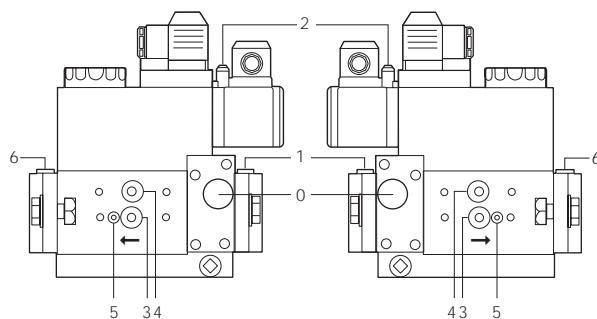
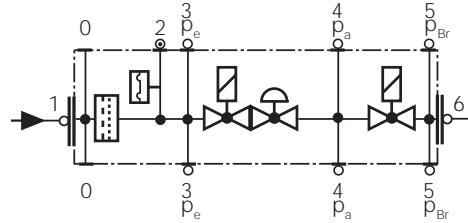

Fig. 31
Fig. 32
- Schimbati filtrul daca diferența de presiune dintre prizele de presiune 1 si 3 (Fig. 31-Fig. 32) este $\Delta p > 10$ mbar.
- Schimbati filtrul daca diferența de presiune dintre prizele de presiune 1 si 3 (Fig. 31-Fig. 32) este de doua ori mai mare comparata cu cea de la ultima verificare ;